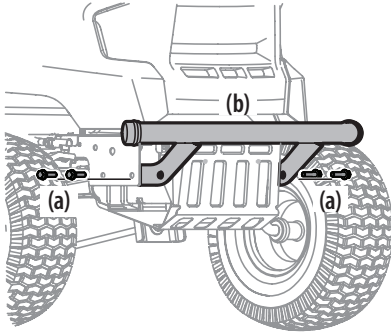

Figure 15
1. Retirez les quatre boulons (a) du pare-chocs (b). Voir Figure 15.
2. Placez les supports du pare-chocs à l'intérieur du châssis et fixez-les avec les quatre vis hexagonales (a). Voir Figure 15.